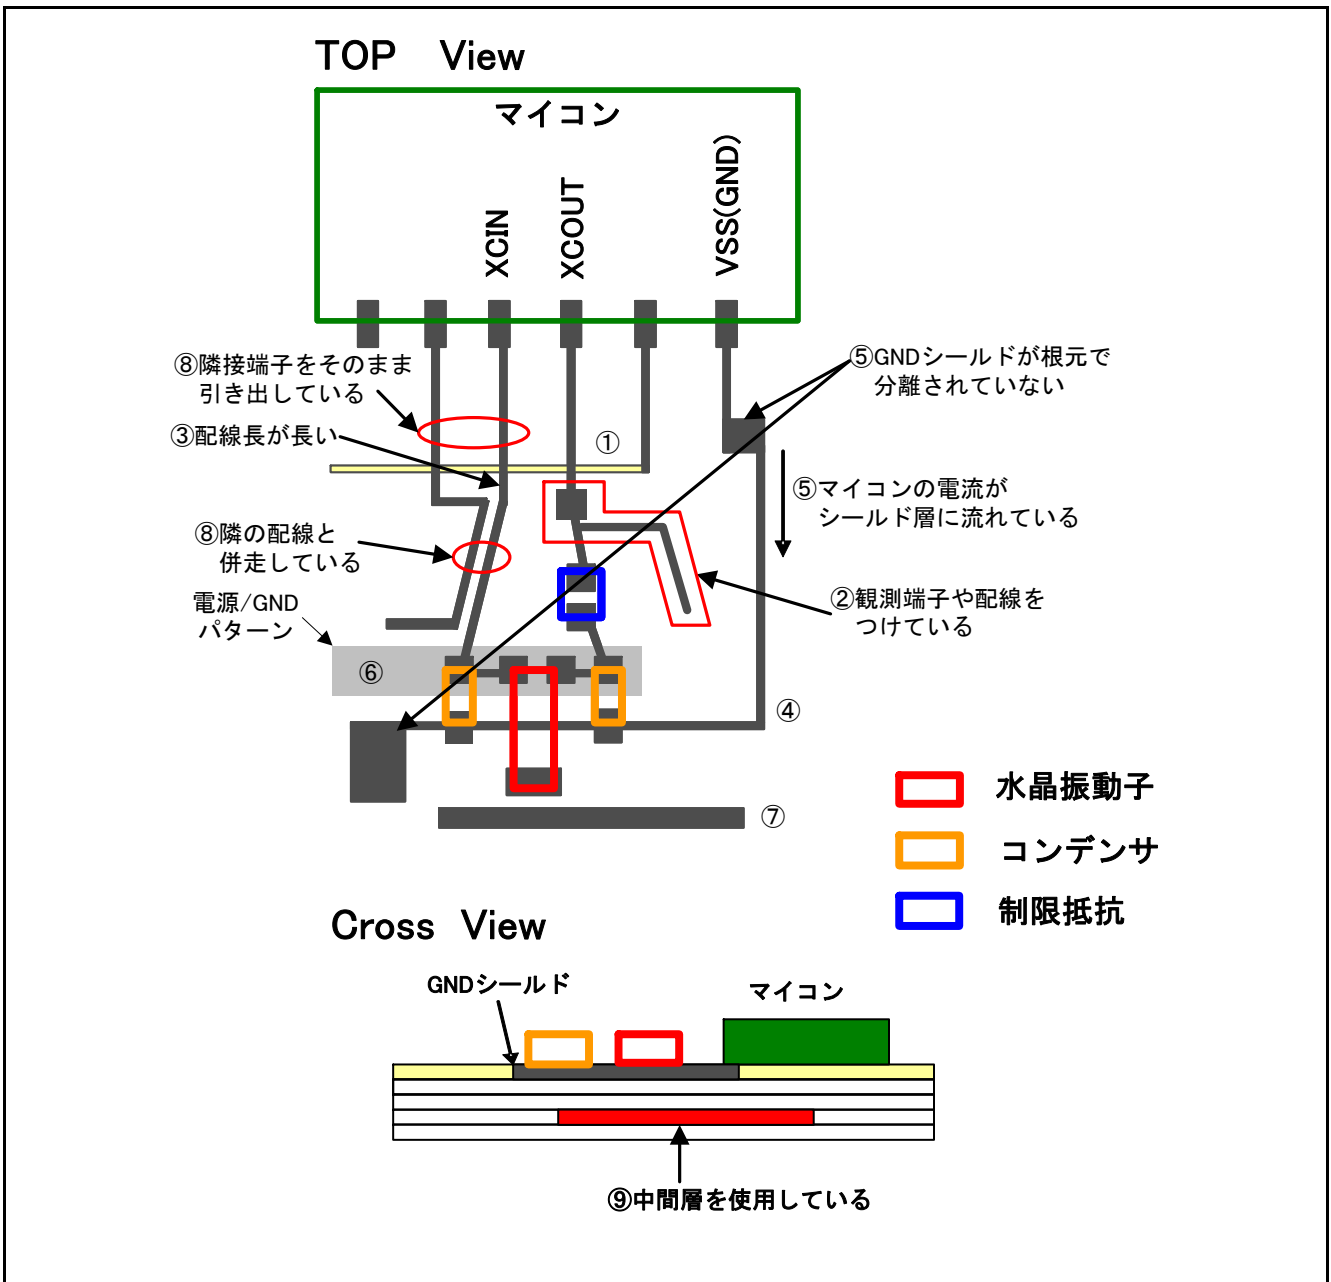

図1.8 ノイズによる誤作動のリスクが大きいパターン例
①～⑨に示すようなパターンにはしないでください。低 CL 発振子が正常に発振しない原因となります。図 1.8 にパターン例を示します。
- ① XCIN、XCOUT の配線が他の信号線と交差している(誤動作のリスクがあります)。
- ② XCIN、XCOUT に観測端子をつけている(発振停止のリスクがあります)。
- ③ XCIN、XCOUT の配線が長い(誤動作や精度劣化のリスクがあります)。
- ④ GND シールドが全体を覆っておらず存在している場所でも配線が長い、または細い(ノイズの影響を受けやすく、マイコンと外付けコンデンサで GND 電位差が発生して精度が劣化するリスクがあります)。
- ⑤ GND シールドが VSS 端子のすぐ側で分離されていない(マイコンの電流が、GND シールドに流れてしまうため誤動作のリスクがあります)。
- ⑥ XCIN、XCOUT の配線の下に電源、GND パターンがある(クロック抜け、発振停止のリスクがあります)。
- ⑦ 近くに大電流が流れる配線が通っている(誤動作のリスクがあります)。
- ⑧ 隣の端子の配線との距離が近く併走長も長い(クロック抜け、発振停止のリスクがあります)。
- ⑨ 中間層を使用している(発振特性が劣化、信号の場合は誤動作のリスクがあります)。